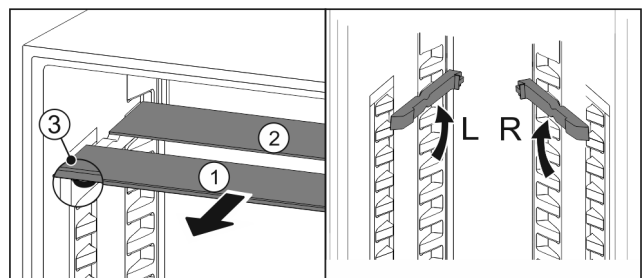

Fig. 86
- ▶ Glasplatten einzeln nach vorne herausziehen Fig. 86 (1).
- ▶ Glasplatte Fig. 86 (1) mit Zierleiste liegt vorne.
- ▶ Stopps Fig. 86 (3) zeigen nach unten.